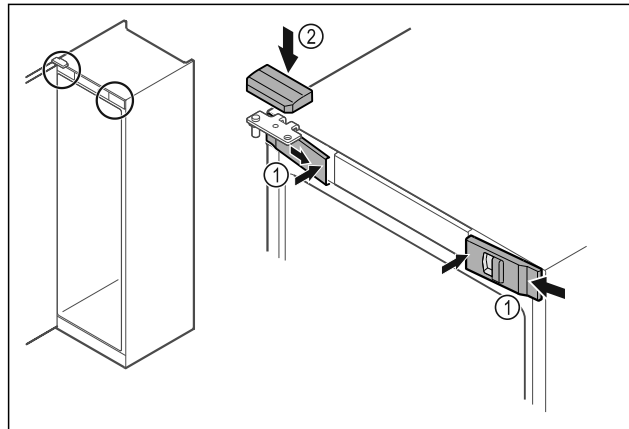

Fig. 54
- ▶ Z boku założyć przednie osłonki Fig. 54 (1) i zazępić.
- ▶ Górną osłonkę Fig. 54 (2) zazępić od góry.